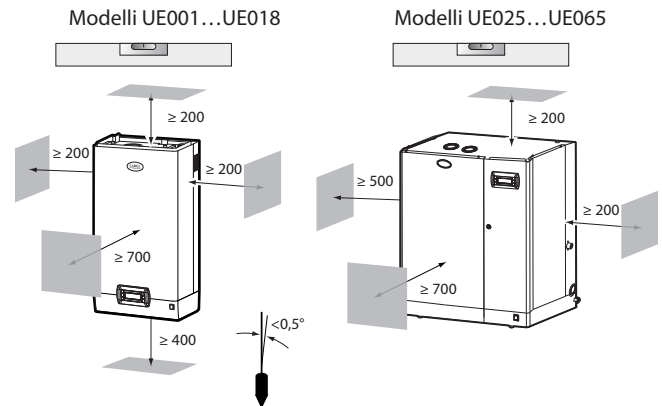

Fig. 1.b
- posizionare l'umidificatore in piano orizzontale, osservando gli spazi minimi (vedi Fig. 1.b) per consentire le operazioni necessarie di manutenzione.
Montare l'umidificatore a parete tramite la staffa di supporto già fissata sull'umidificatore, utilizzando il kit di viti in dotazione (per le quote in mm vedi Fig. 1.d).